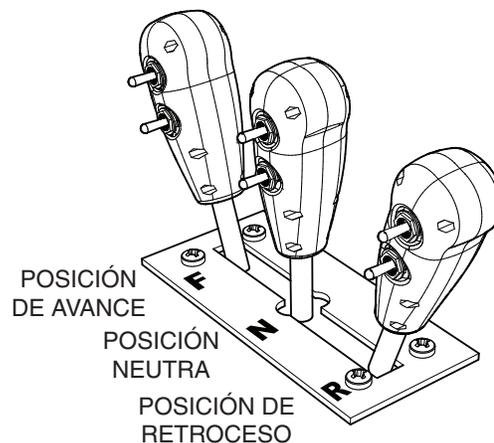

Figura 23. Palanca de desplazamiento (en movimiento)
1. Mueva la palanca de desplazamiento hacia adelante como se muestra en la Figura 23 para mover el rodillo hacia adelante.